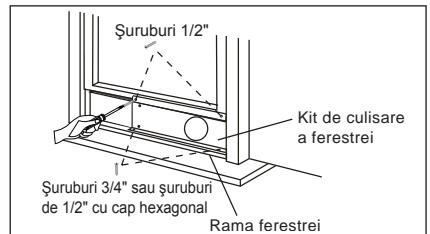

Fig. 15
3. Închideți geamul fixând-l pe kit-ul de culisare a ferestrei. (Fig. 15)
4. Fixați cu două șuruburi de 1/2" kit-ul de culisare a ferestrei de geam. (Fig. 15)
5. Fixați kit-ul de culisare a ferestrei de rama ferestrei (Fig. 15):